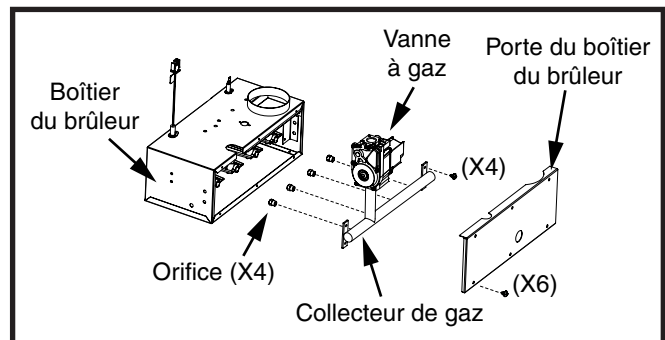

Figure 20. Démontage de l'orifice
8. Retirez soigneusement les quatre vis qui fixent le collecteur de gaz à l'ensemble brûleur. Voyez la Figure 20.